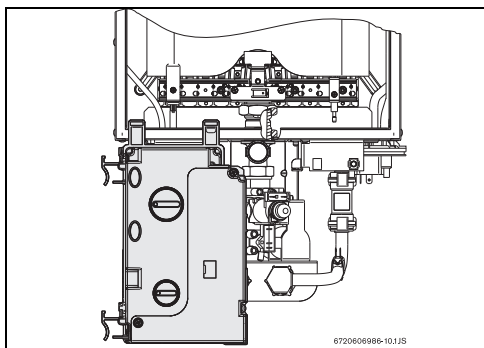

Fig. 13 Caja de mando - posición de ajuste del gas
- ▶ Una vez retirada la caja de mando, colóquela de acuerdo con la Fig. 13.